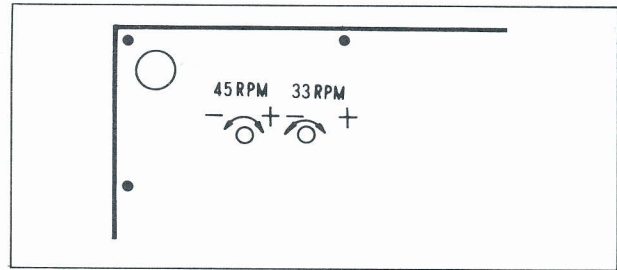

Fig. 2
2. mit Schraubendreher drehen bis Nenndrehzahl erreicht ist (Fig. 2),
2. Adjust semifix resistor (see Fig. 2) with small minus driver until speed becomes rating